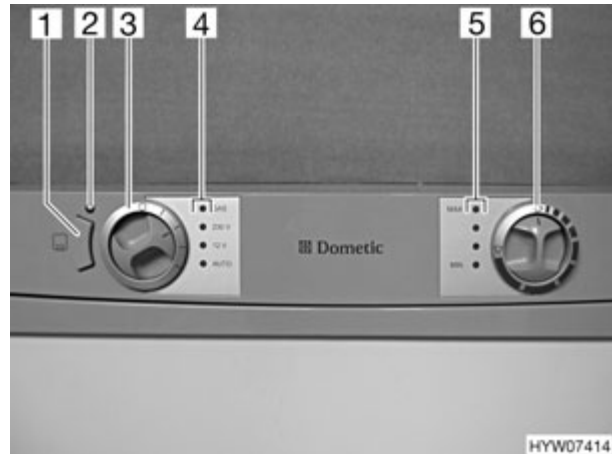

Fig. 154 Elementos de mando para el frigorífico
En caso de alta temperatura exterior y un gran índice de humedad atmosférica, se pueden formar gotas de agua en el marco metálico del compartimento congelador. Por este motivo, el frigorífico está equipado con una calefacción de marco en el compartimento congelador. En caso de altas temperaturas y un índice alto de humedad atmosférica, conectar la calefacción de marco con la tecla (Fig. 154,1). De esta manera se evita la corrosión. Cuando la calefacción de marco está conectada, se enciende la luz de control (Fig. 154,2).
Si no está conectada la alimentación de 230 V y el motor del vehículo está parado, el AES selecciona el suministro de gas. Al seleccionar el suministro de gas se abre automáticamente el seguro de encendido, de forma que puede fluir gas hacia el quemador. Simultáneamente se conecta el encendedor electrónico. Si se apaga la llama de gas, p. ej. debido a un golpe de viento, el encendedor se activa inmediatamente y enciende de nuevo el gas. En caso de avería en el funcionamiento de gas, la luz de control roja "GAS" (Fig. 154,4) parpadea.
- ▶ En las estaciones de servicio está prohibido el uso de llamas abiertas. En el caso de que la parada dure más de 15 minutos, el frigorífico tiene que apagarse con el selector de energía (Fig. 154,3).
Una vez encendido, el frigorífico selecciona automáticamente el ajuste medio del termostato. Este reajuste puede modificarse manualmente con el regulador giratorio (Fig. 154,6). Las luces de control (Fig. 154,5) indican el ajuste seleccionado del termostato. Con el regulador giratorio se ajusta la temperatura de refrigeración para los tres tipos de energía. Pasan algunas horas hasta que el frigorífico alcanza la temperatura de servicio normal. Al conmutar el modo de funcionamiento se mantiene el ajuste del termostato. La temperatura de refrigeración se mantiene independientemente del tipo de energía.
- Seleccionar el tipo de energía con el selector de energía (Fig. 154,3). La luz de control correspondiente (Fig. 154,4) se enciende de color verde.
- Ajustar la temperatura de refrigeración con el regulador giratorio (Fig. 154,6). Las luces de control (Fig. 154,5) indican el ajuste seleccionado del termostato.
En caso de avería en el funcionamiento de gas, la luz de control roja "GAS" (Fig. 154,4) parpadea.
- Girar el selector de energía (Fig. 154,3) a "0". No se enciende ninguna la luz de control (Fig. 154,4).